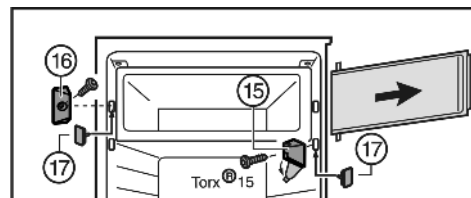

Fig. 7
- ▶ Kryt na ložiskovej konzole Fig. 7 (15) odklopte.
- ▶ Ložiskovú konzolu Fig. 7 (15) s dverami zásuvky odskrutkujte.
- ▶ Uzatvárací kus Fig. 7 (16) odskrutkujte.
- ▶ Uvoľnené otvory uzatvorte priloženými zátkami Fig. 7 (17).